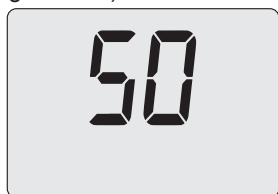

Figura 7.21
- Premendo il tasto 17 (Figura 7.17) sul display LCD appare il valore del parametro P01 (Figura 7.21).